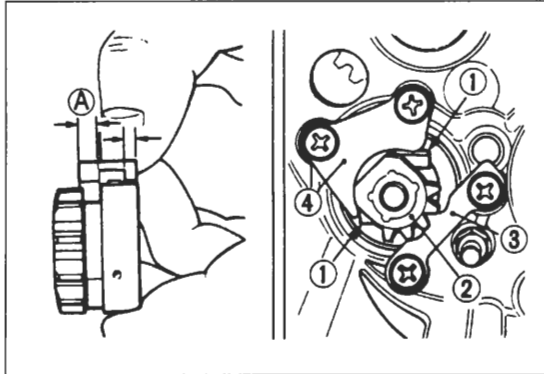
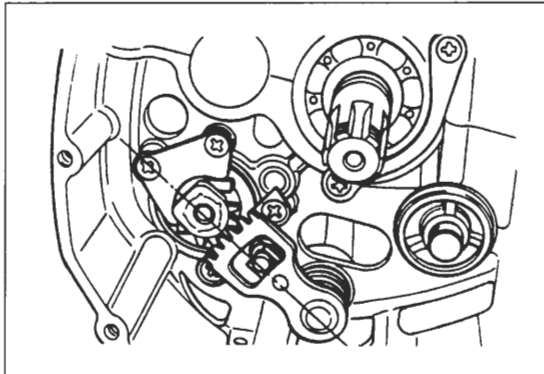

Bild 136
Bild 137
- **Schaltautomat:** Ratschenmechanismus in Schaltwalze einsetzen. Darauf achten, dass breitere Schulter «A» der Mitnehmerklinden nach aussen weist (Bild 136).
- Befestigungsschrauben der Schaltwalzen-Arretierungsbleche ③ und ④ mit flüssiger Schraubensicherung eindrehen.
- Dichtlippen des Wellendichtrings fetten (Ritzelseite) und Schaltwelle mit vorgespannter Schenkelfeder, Sicherungsring und Belagscheibe leicht gefettet von Kupplungsseite einschieben, auf Ritzelseite Scheibe auflegen und mit E-Ring sichern. Stellung der Verzahnung von Ratsche und Schaltwelle siehe Bild 137.